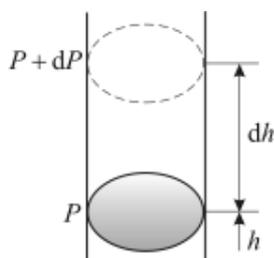

Рис. 7. Приращение давления газа с высотой
Для фикса сего бага воспользуемся классической барометрической формулой (6), характеризующей зависимость давления слоев газа от высоты и температуры окружающей среды (см. рис. 7).